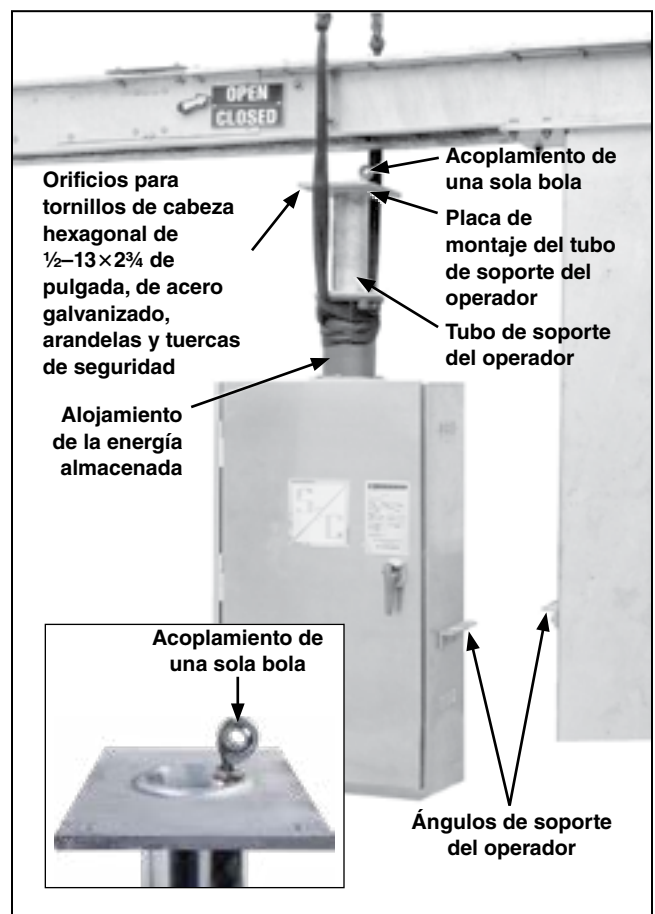

Figura 10. Ice el operador a su posición debajo de la base de alta velocidad utilizando una grúa.
PASO 3. Retirar el embalaje, la cubierta protectora del tubo soporte del operador y las tapas protectoras de las rejillas de ventilación del gabinete del operador. Ver Figura 9. También remueva el empaque protector de la punta del tubo de soporte del operador así como las cubiertas protectoras en las rejillas del gabinete del operador. Ver Figura 9 y Figura 10.
PASO 4. Vuelva a colocar la eslinga de elevación alrededor de la parte delantera del alojamiento de la energía almacenada y enrolle otra eslinga de elevación alrededor de la parte trasera del alojamiento de la energía almacenada, como se muestra en la Figura 10. Asegurarse que la puerta del operador está del mismo lado que la señal indicadora de posición del el indicador de POSICIÓN DEL INTERRUPTOR en la base de alta velocidad. Izar el operador con cuidado hasta colocarlo en su lugar.
PASO 6. Amarrar el ángulo soporte del operador al pedestal apropiado utilizando dos tornillos de $\frac{5}{8}$ -11×14 pulgadas de acero galvanizado de cabeza hexagonal, cuatro arandelas y dos tuercas de seguridad. Consulte el plano del catálogo para conocer el repuesto exacto. Ver Figura 10 en la página 15.